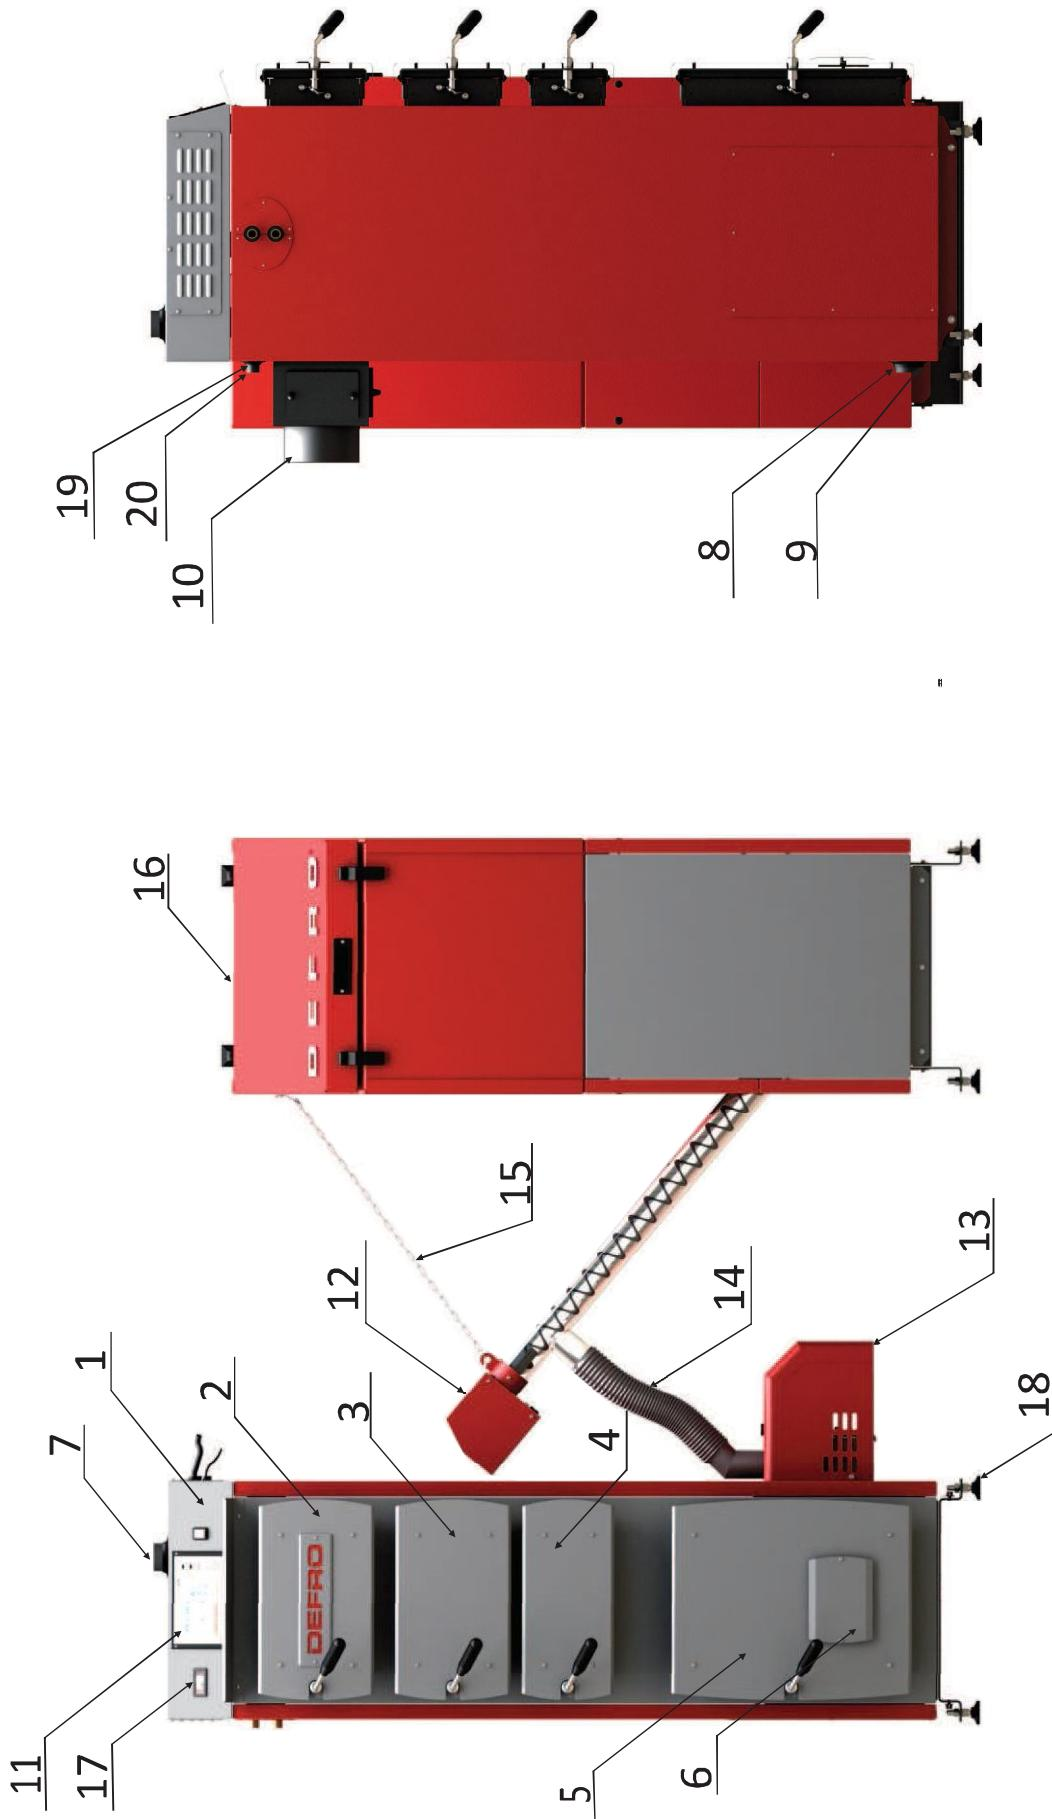

Рис. 4. Основные элементы котлов DEFRO DUO PELLET с оснащением:
- 1) подключить питательный патрубок (рис. 4 поз. 7) к отопит. системе в предназначенном для этого месте,
- 2) подключить туда же возвратный патрубок (рис. 4 поз. 8),